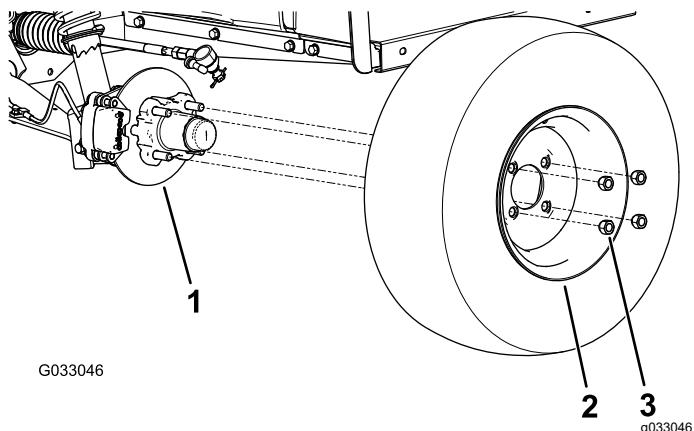

Figure 31
2. Retirez les 4 écrous de roue qui fixent la roue au moyeu (Figure 31).
- Alignez les trous dans la roue et les goujons du moyeu puis montez la roue sur le moyeu en plaçant la valve à l'extérieur (Figure 31).
- Fixez la roue au moyeu avec les écrous de roue (Figure 31). Serrez les écrous de roues à un couple de 108 à 122 N·m.